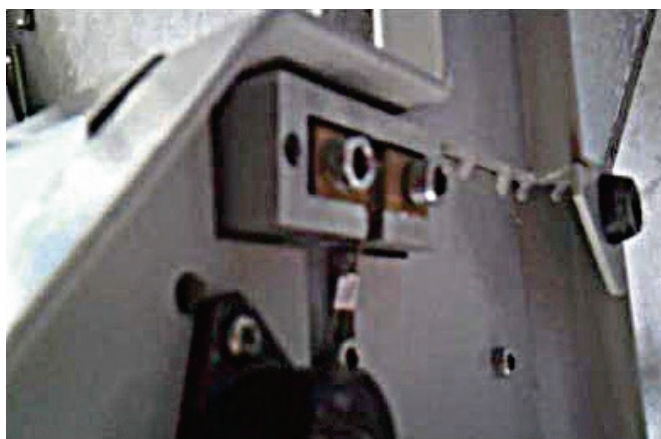

Рисунок 12
- 13.4.1. Положите устройство на бок, под панелью основания откроется доступ к жёлтому блоку натяжения (Рисунок 12).